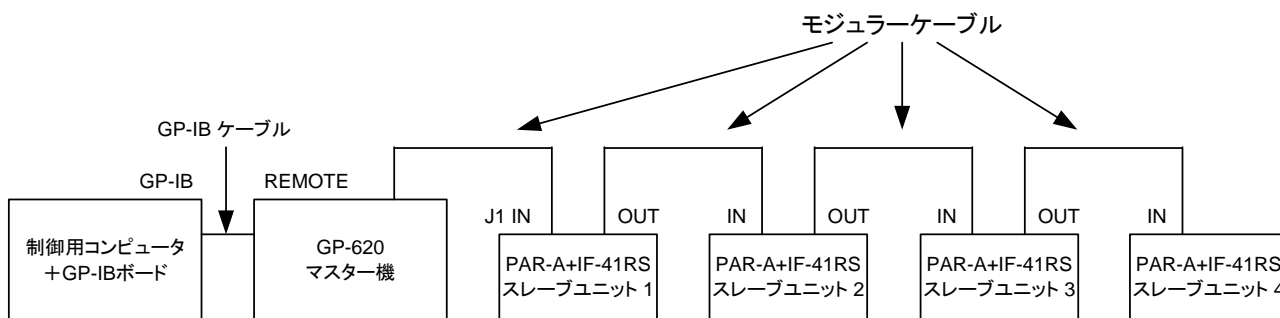

Fig.15 GP-620 を使用したりモートコントロール
- ・ GP-620(当社製品 GP-IB アダプタ)を使用して、GP-IB によるコントロールが可能です。Fig.15 のように接続し、PAR-A 電源(IF-41RS 搭載)を 4 台制御できます。コンピュータと GP-620 の接続、設定については GP-620 の取扱説明書をご覧ください。